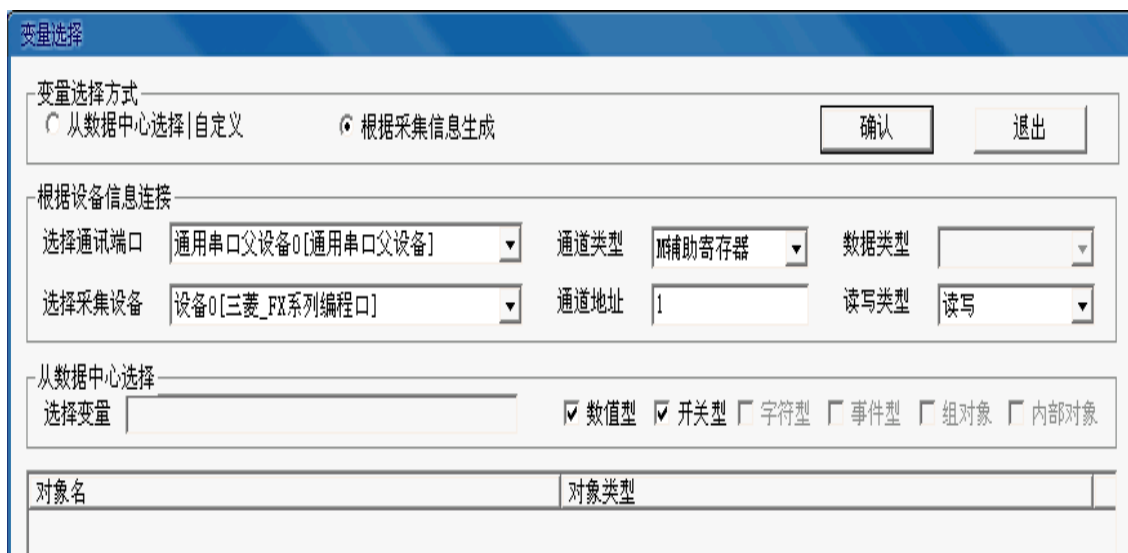

图 8 “变量选择”对话框
(1) 按钮链接：双击 M 按钮，弹出“标准按钮构件属性设置”对话框，在操作属性页，默认“抬起功能”按钮为按下状态，勾选“数据对象值操作”，选择“清 0”，点击“问号”弹出“变量选择”对话框，按图 8 所示选择“根据采集信息生成”，通道类型选择“M 寄存器”，通道地址为“1，数据类型选择“通道第 00 位”，读写类型选择“读写”。设置完成后点击确认。即在 M1 抬起时，对三菱的 M1 “清 0”，如图 9 所示。